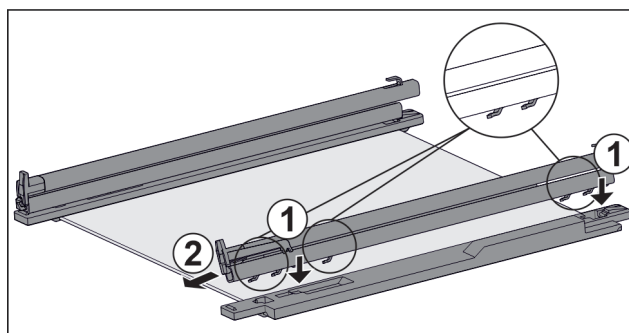

Fig. 115 Glashylla med skenor och fästdelar
- ▶ Sätt på skenans krok på den **vänstra** fästdelens öppningar. Fig. 115 (1)
- ▶ Dra skena framåt. Fig. 115 (2)
- ▶ Sätt på skenans krok på den **högra** fästdelens öppningar. Fig. 115 (1)